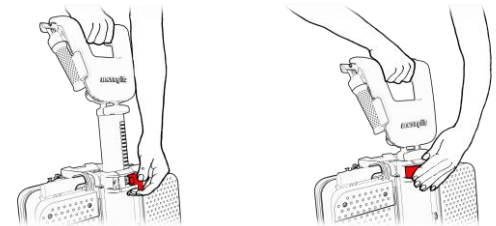

Figure 44
8. Ziehen Sie den Hebel für die Stangenhöhe (Abb 44, Schritt 1), um die Höhe des Lenkers auf die niedrigste Position einzustellen, und bringen Sie den Hebel wieder in die sichere Position (siehe Abbildung 44, Schritt 2).